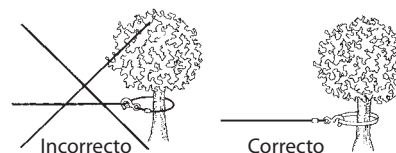

Figura 4
9. NUNCA HAGA UN LAZO CON EL CABLE ya que podría dañarse. Utilice una eslinga de nylon (Figura 4).